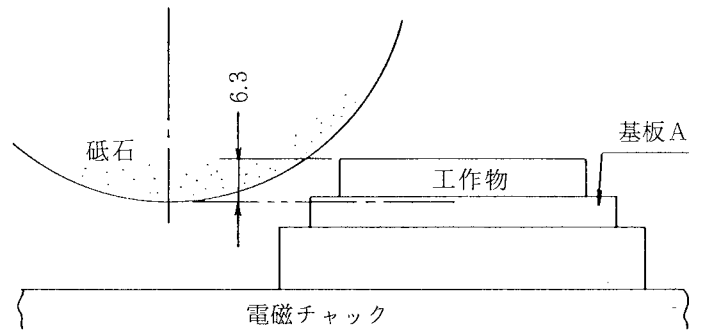

図 3 - 18
- ② 切込みをする。
- b. 課題の材料高さ 6 mm の切断に対して砥石の先端が、基板 A に少しくい込むようにし、 $6 + 0.3 = 6.3$  mm 位の切込みとする。(図 3 - 18)